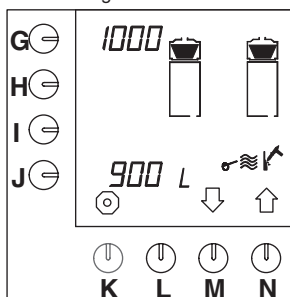

Fig. 39 Symbole de la demande de détartrage du système de filtration
- Appuyez sur la touche de sélection (M.) jusqu'à ce que la fig.39 s'affiche sur l'écran de contrôle.